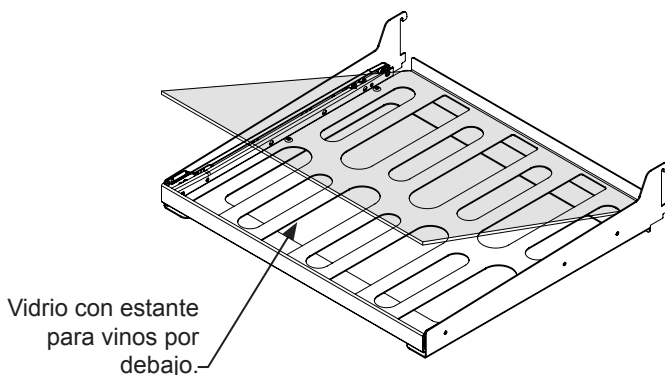

Figura 31
- (2) estante en voladizo con vidrio plano y cortes para vinos (vea la Figura 31).
- (1) estante en voladizo con vidrio plano, medio ancho (vea la Figura 31).